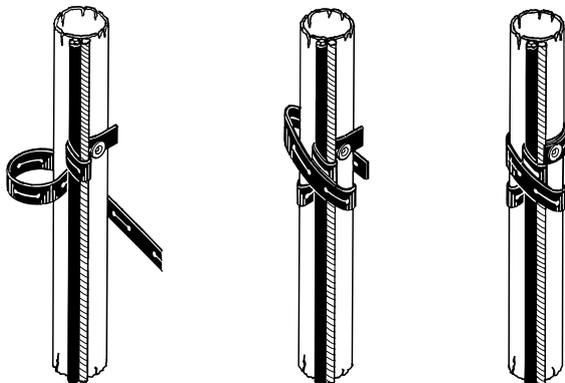

Fig. 23 Montaje de las sujeciones de cable
3. Coloque el cable tensor a lo largo del cable de derivación sumergible como se muestra en la fig. 23.